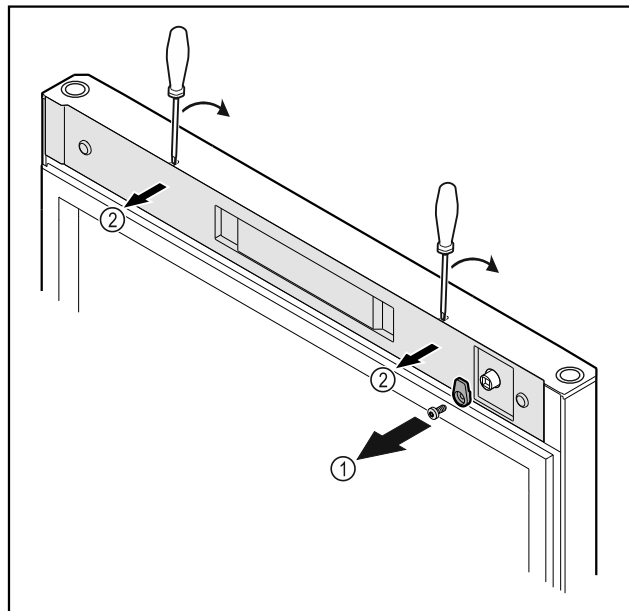

Fig. 10 *
- Lironi vidat e grepit të mbylljes Fig. 10 (1)*
- Nxirrni nga foleja kapakun mbulues Fig. 10 (2) me një kaçavidë të vogël dhe hiqeni.*